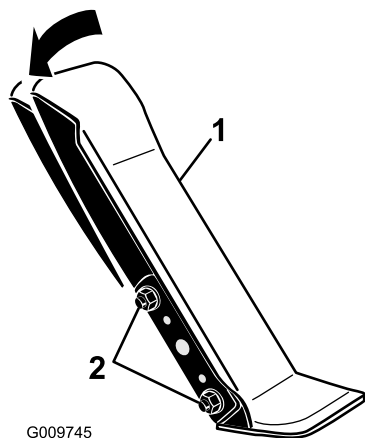

図 103
1. 走行ペダルの左側をブラケットに固定しているナットとボルト各2をゆるめる 図 103。
2. 走行ペダルを希望の角度に調整し、ナットで固定する 図 103。